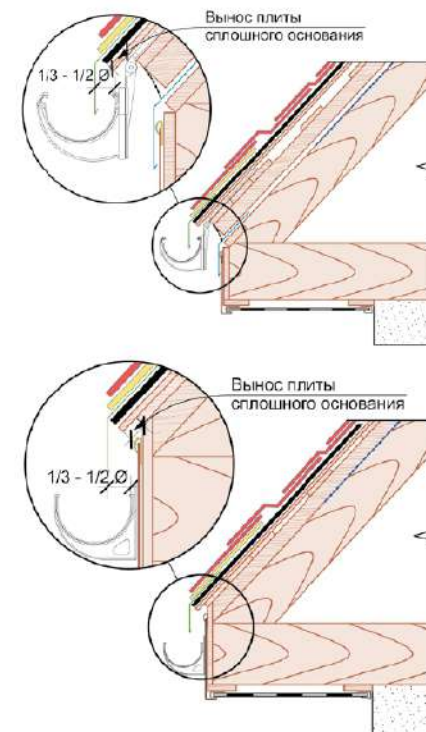

Рис. 6. Устройство выноса первого листа ОСП по отношению к первой доске обрешётки.
- 3.1.8 Для обеспечения правильного направления дождевой и талой воды в водосточные желоба необходимо сделать вынос первого листа ОСП по отношению к первой доске обрешётки (рис. 6).